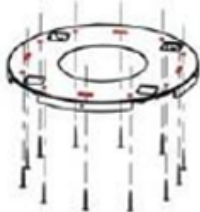

Bild 2
3. För säkerhets skull bör taket klara av en vikt på minst 120 kg och tjockleken ska vara mer än 30 mm. Borra ett hål med  $\text{Ø}170\text{mm}$  i taket, se bild 2.
4. Borra 9 hål i taket enligt upphängningsanordningen (se bild 2).